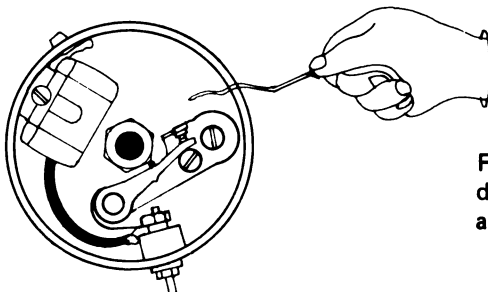

Fig. 22. El papelito sale con facilidad cuando los platinos comienzan a abrirse.
- 8) Gire lentamente la caja del distribuidor en sentido contrario al giro del rotor hasta que el papelito salga de entre los platinos (Fig. 22).